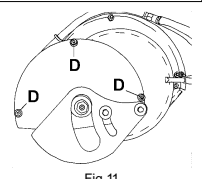

Fig. 11
- Brug den medfølgende nr. 10 nøgle til at skrue de 3 møtrikker "D" (Fig.11) der fastholder skæreskytteren "4" (Fig.1).
- Genmonter skærebestykkeren "4" (Fig.1) og fastgør den med de 3 møtrikker "O" (Fig.11).